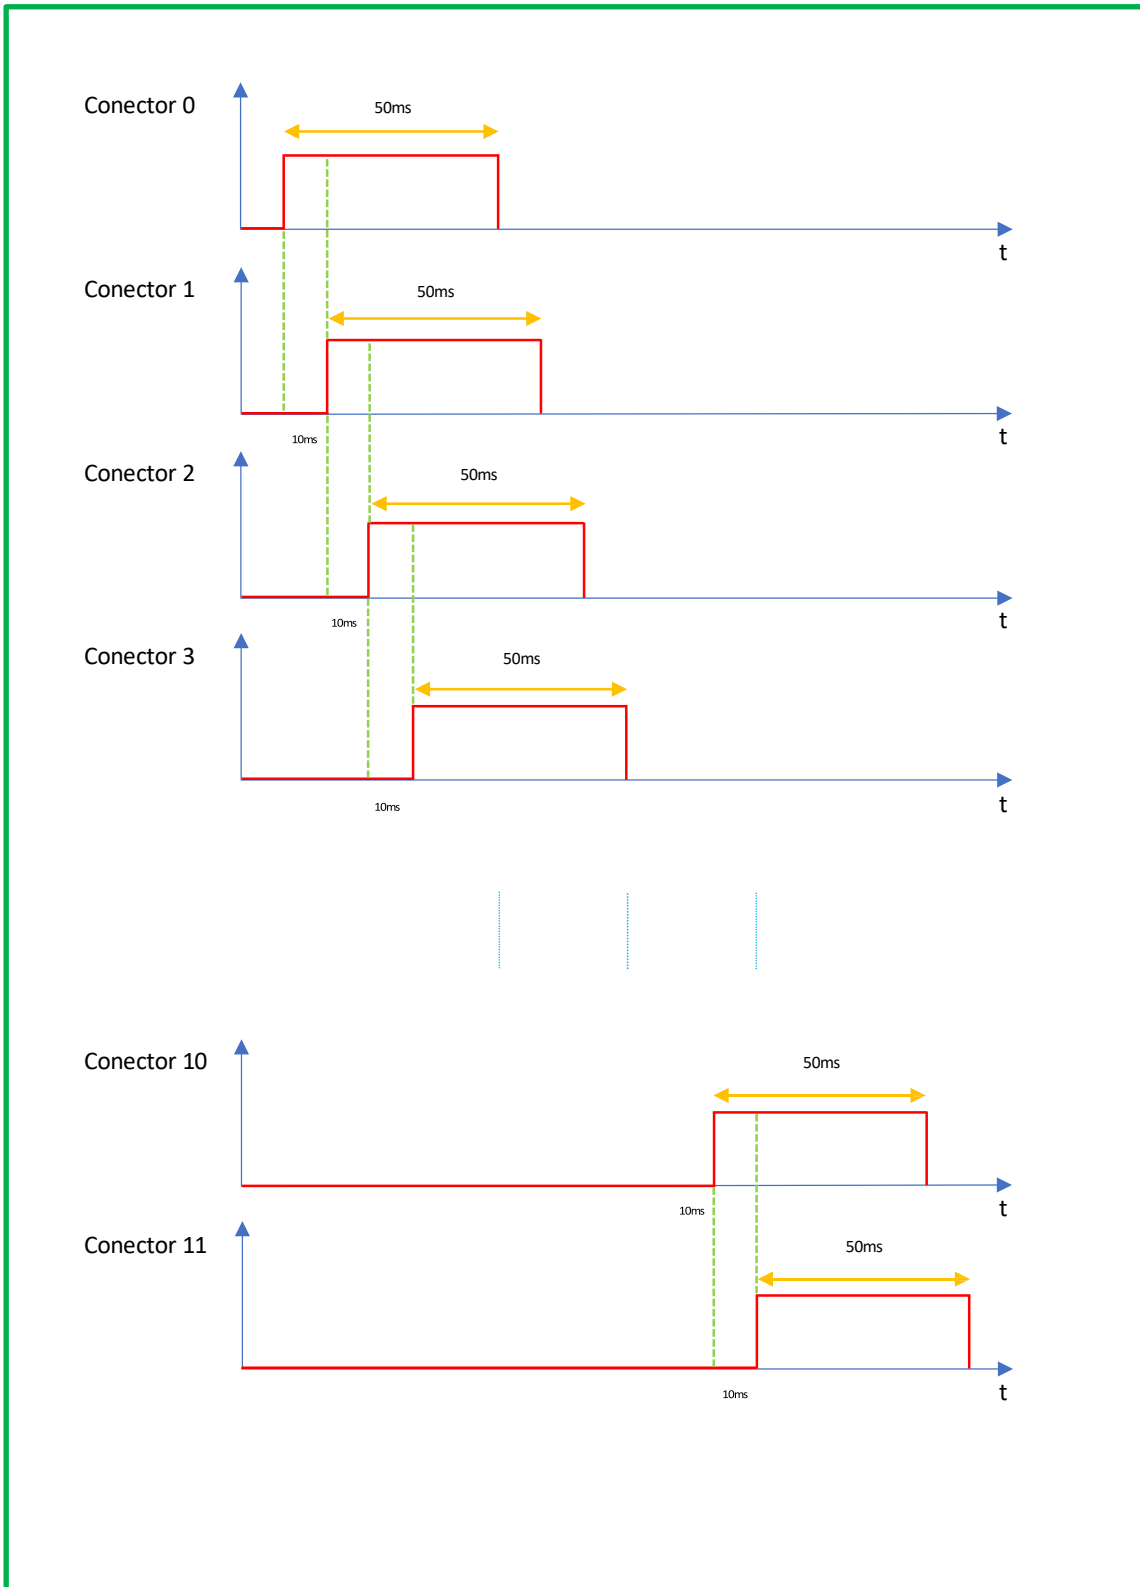

Figura 8: Pruebas en Serie en escala de milisegundos.
a.2) Milisegundos: El equipo generará un pulso de 50 milisegundos cada 10 milisegundos en cada conector óptico, ver Figura 8.